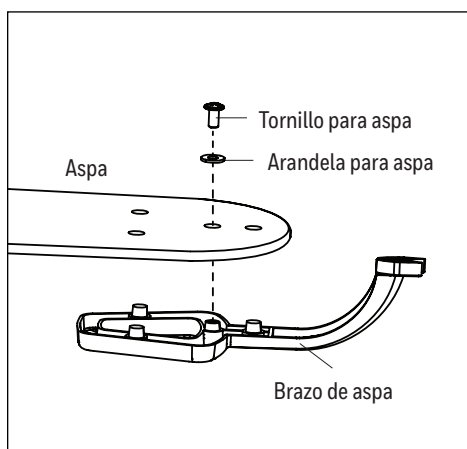

Figure 4.4
- Alinee los montantes del brazo del aspa con los respectivos orificios en el aspa y luego inserte el tornillo del aspa, la arandela del aspa para fijar un brazo de aspa a un aspa. Apriete el tornillo del aspa. Repita este paso para las aspas y los brazos del aspa restantes (Figure 4.4).